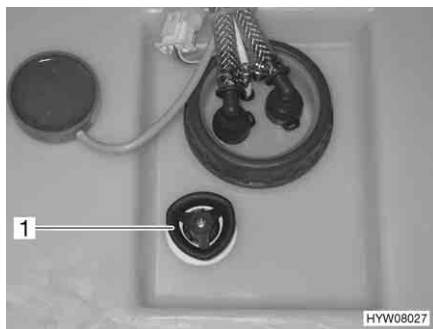

Fig. 146 Serbatoio dell'acqua con maniglia girevole
- Sul serbatoio dell'acqua, ruotare la maniglia girevole (Fig. 146,1) in senso orario fino all'arresto.
- Sul serbatoio dell'acqua, ruotare la maniglia girevole (Fig. 146,1) in senso antiorario fino all'arresto. L'acqua fuoriesce fino a ca. 20 litri.
- Sul serbatoio dell'acqua ruotare la maniglia girevole (Fig. 146,1) in senso antiorario, oltre la resistenza verso l'esterno fino all'arresto, per aprire completamente l'apertura di scarico.